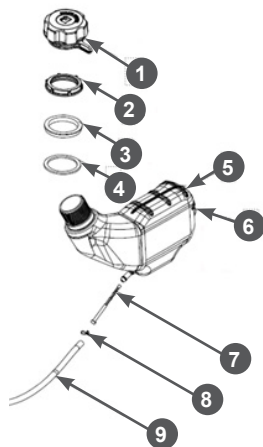

Рис. 23. Обслуживание топливного фильтра и топливного бака
1. Открутите болт крепления топливного бака 6 (Рис. 23).
2. Открутите пластиковую гайку 2, которая расположена под крышкой топливного бака 1 (Рис. 23).
3. Снимите хомут 8 топливного шланга 9 и снимите шланг со штуцера топливного бака, далее снимите бак 5 (Рис. 23).
5. Извлеките из топливного бака топливный фильтр 7 (Рис. 23).